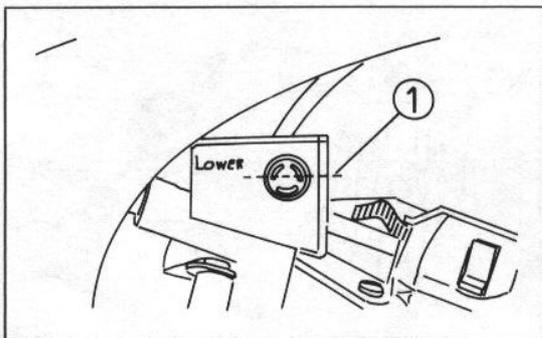

Bild 37
- Das Niveau am Kupplungsgeberzylinder prüfen (Bild 37).